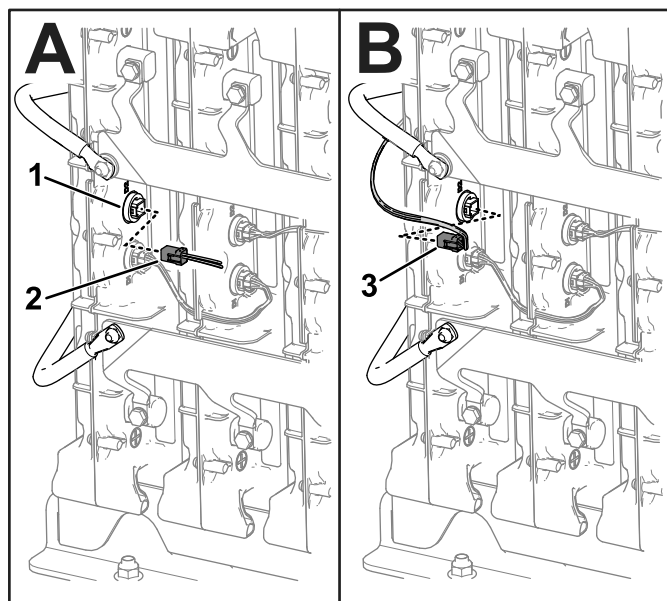

Figura 8
3. Retire el arnés de cables existente (CAN) del puerto de batería D2 (Figura 8). Guarde el arnés de cables.
4. Instale el conector restante del arnés de cables de la interfaz de datos al puerto de batería D2 (Figura 8).